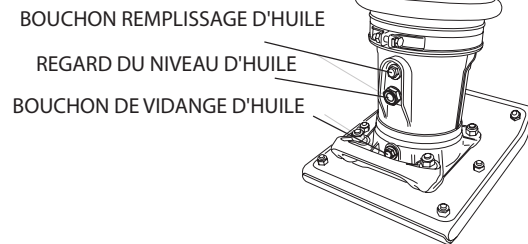

Figure 14. Bouchon de vidange d'huile
- Enlever le bouchon de vidange d'huile sur le boîtier du pied (Figure 14) et vidanger l'huile. Remplir avec approximativement